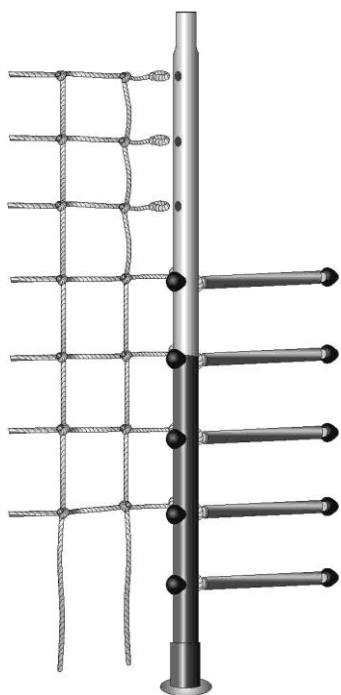

Рис.1
- 6.2.2. При сборке лестницы предварительно закрепить пять ступенек на одну стойку. Рисунок 1.
- 6.2.3. На четыре ступеньки лестницы начиная со второй ступеньки снизу продеть петли сетки. Рисунок 1.